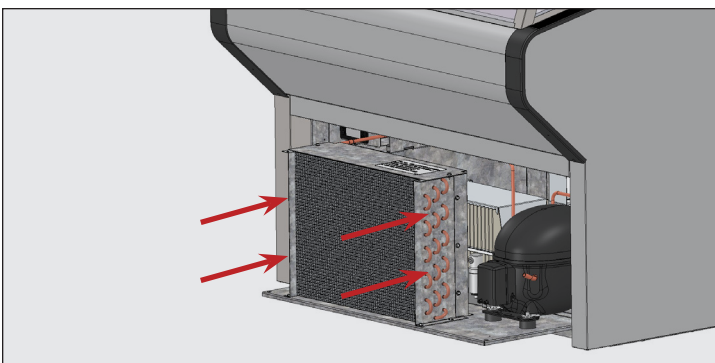

Fig. 7. Deslice cuidadosamente la unidad de condensación a su posición inicial y vuelva a colocar los pernos.
10. Deslice cuidadosamente el conjunto del compresor a su posición y vuelva a colocar los pernos. Véase la fig. 7.